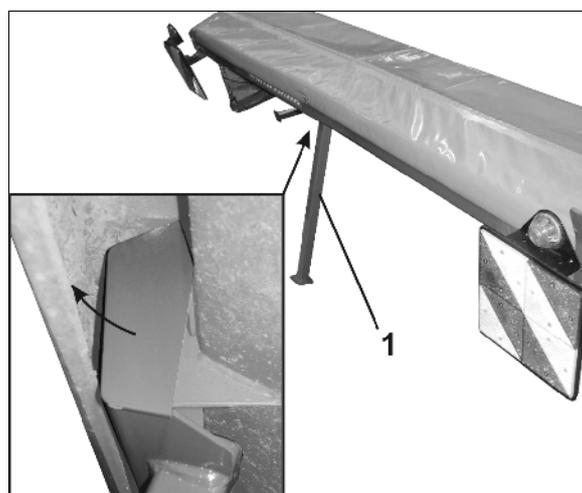

Fig. 14
6. Soulevez la **C-Drill** avec les moyens de levage, puis abaissez-la sur une surface plane jusqu'à ce que vous puissiez monter la béquille (Fig. 14/1).
Placez la béquille derrière la paroi avant du réservoir et tirez-la vers l'avant (Fig. 14).